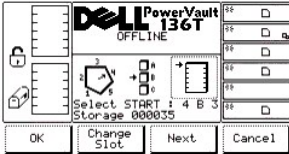

Abbildung 40. Dialogfeld "Command" > "Move" > "Scan Barcode" > "Change Slot"
- 1 Wenn die Taste unter dem Softkey **Next** gedrückt wird, wechselt der aktuelle Quellenparameter von "Magazin" zu "Slot", und das Dialogfeld "Change Slot" wird angezeigt. (siehe Abbildung 40).